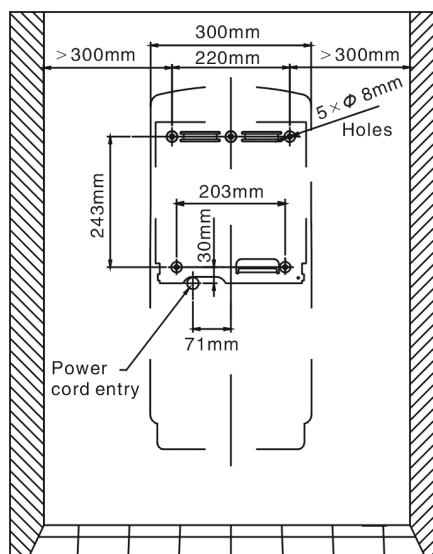

Fig.3
2. Posizionare la dima contro il muro all'altezza desiderata (vedi ALTEZZE DI MONTAGGIO CONSIGLIATE) e segnare le posizioni dei 5 fori di montaggio e ingresso del cavo di alimentazione nel punto ritagliato (vedi fig.3).